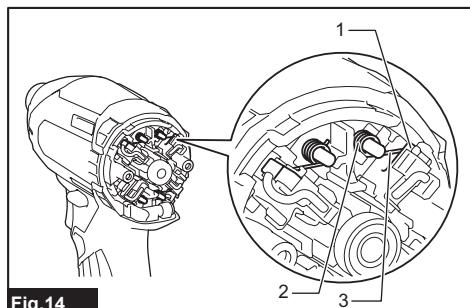

Fig.14
► Рис.14: 1. Задняя крышка 2. Винт